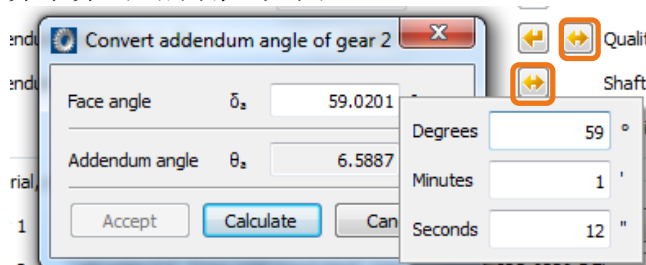

图 4. 通过转化功能输入得到齿顶角齿根角
6. 在输入"Tip and root angle gear 2"之前，必须先运行计算 Σ ，或者点击"F5"按钮计算。右击"Convert" \leftrightarrow 来输入齿顶角和齿根角。然后点击"F5"计算出分锥角。然后点击计算来算出齿形角（如图 4）。